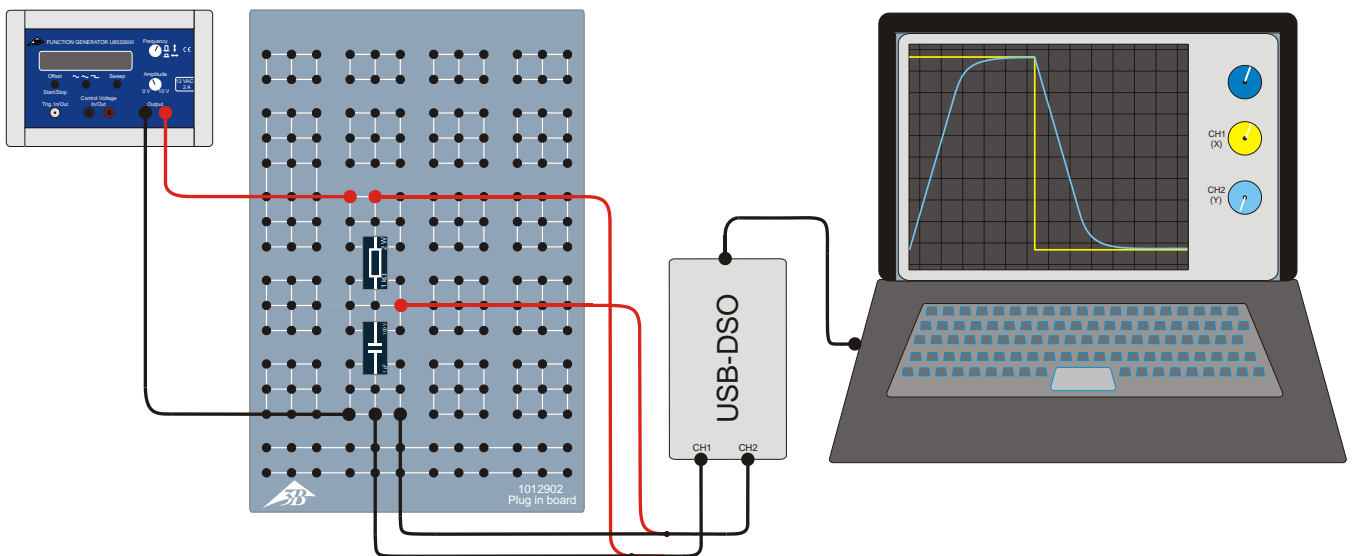

Fig. 2 : Schéma de disposition pour la mesure.
- Mettre en place le dispositif de mesure comme dans Fig. 2.
- Brancher résistance 1 kΩ et capacité 1 μF sur la plaque embrochable, comme schématisé dans Fig. 2 et 3.